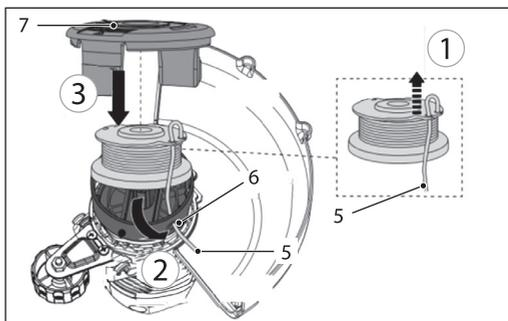

Рис. 4
6. Проденьте триммерную леску (5) через пазы (рис. 4, шаг 1).
7. Проведите леску через ушко (6) (рис. 4, шаг 2).
8. Вставьте триммерную катушку в корпус (7) (рис. 4, шаг 3). Поверните триммерную катушку, пока она не зафиксируется.
9. Установите крышку (7) на место и убедитесь, что она надежно зафиксирована.